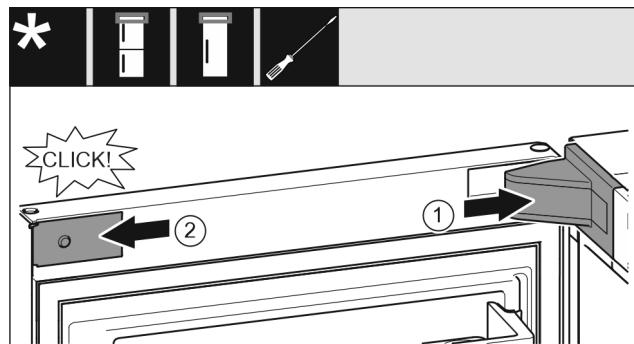

Fig. 33
- Nasadte kryt ložiskovej konzoly a zaistite, príp. opatrne roztlačte. Fig. 33 (1)
- Zboku nasadte a zaistite kryt. Fig. 33 (2)